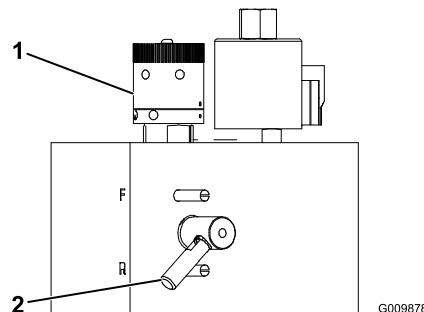

Figure 64
3. Tournez le bouton de rodage sur le bloc hydraulique (Figure 64) dans le sens horaire à la position de rodage. Tournez le bouton de commande de vitesse des cylindres (Figure 64) à la position 1.